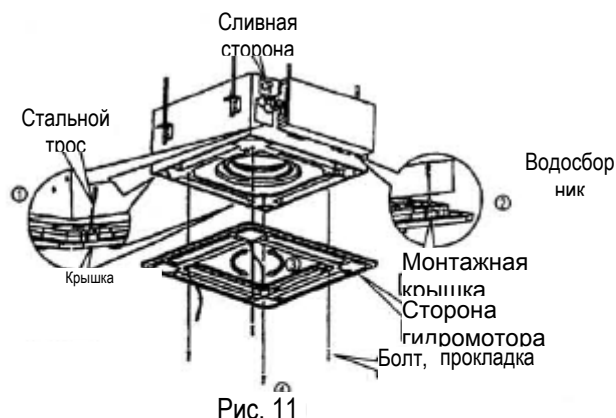

Рис. 11
(2) Установите панель
- а. Выверните гидромотор поворота на панели относительно патрубков корпуса. (См. рис. 11).